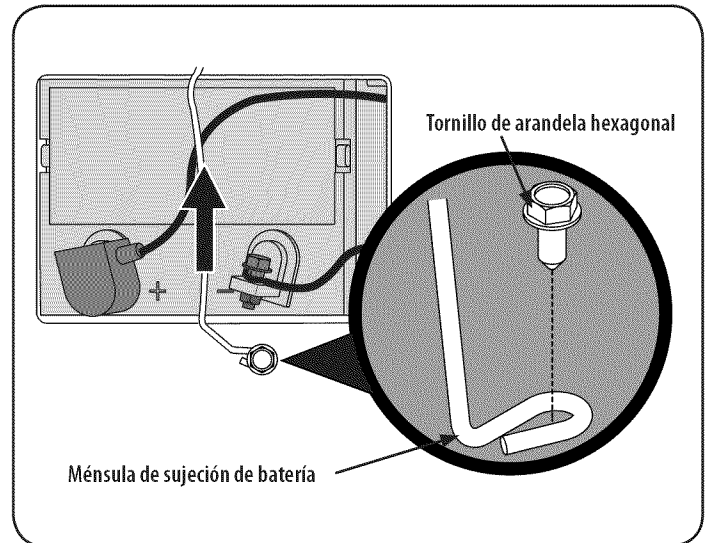

Figura 24
1. Extraiga el tornillo de la arandela hexagonal que sujeta el soporte de sujeción de la batería al marco. TLuego levante el soporte de sujeción de la batería para liberar la batería. Vea la Figura 24.